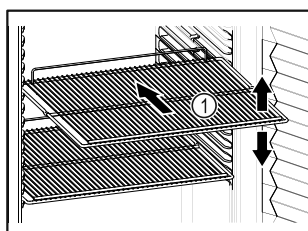

Fig. 40 Atvaizdo pavyzdys
- Jei pastatymo grotelės Fig. 40 (1) galima perkelti, pritaisykite atsižvelgdami į aukštį.